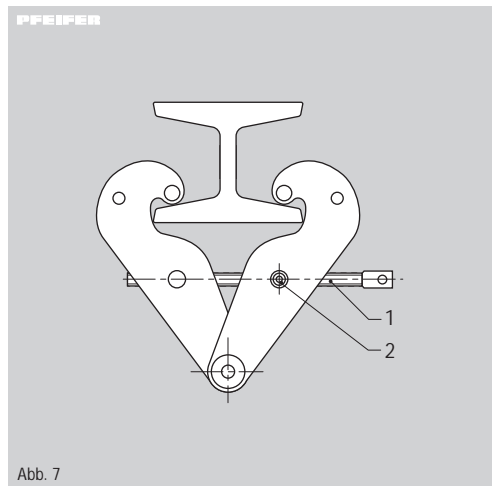

Abb. 7
1. Mit einem Anstecksechskantschlüssel lockern Sie die Sicherungsschraube (2), wenn vorhanden (Abb. 7).
2. Mittels des Schraubengriffes (1) klappen Sie die Arme auf eine Entfernung auf, die das Aufsetzen der Trägerklemme auf den Träger ermöglicht (Abb. 7).
3. Mittels des Schraubengriffes (1) ziehen Sie die Arme der Trägerklemme leicht gegen den Träger fest.
4. Durch das Anziehen der Sicherungsschraube (2), wenn vorhanden sichern Sie die Schraube (1) gegen Lockerung (Abb. 7).